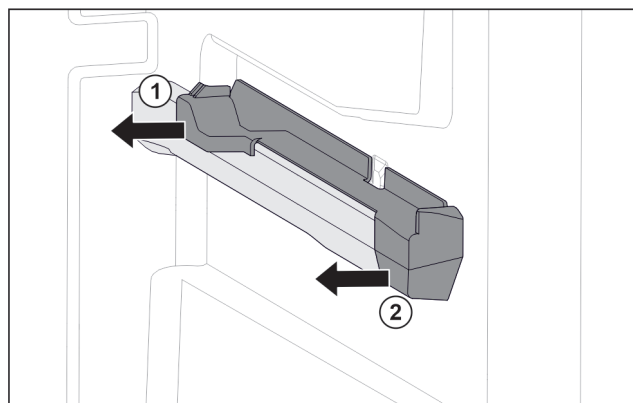

Fig. 83 Felhúzható elem a jobb oldali tartóbordán
- ▶ Oldalra húzza le a felhúzható elemet. Fig. 83 (1)
- ▶ Húzza előre felé a felhúzható elemet. Fig. 83 (2)